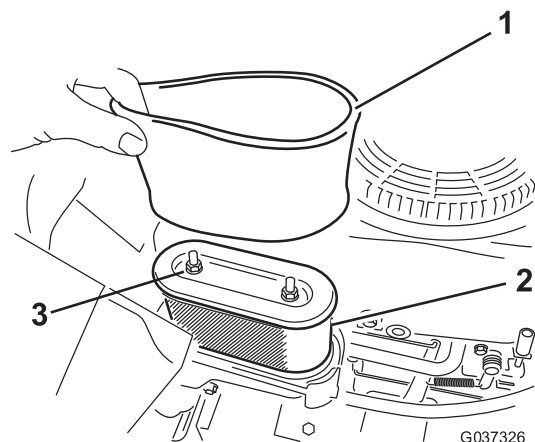

Bild 17
4. Entfernen Sie die beiden Muttern, mit denen die Filterbaugruppe im Filtergehäuse befestigt ist (Bild 17).
1. Setzen Sie den Schaumfiltereinsatz auf den Papierfiltereinsatz (Bild 17).
3. Befestigen Sie die Filterbaugruppe mit den beiden Muttern am Filtergehäuse (Bild 17).